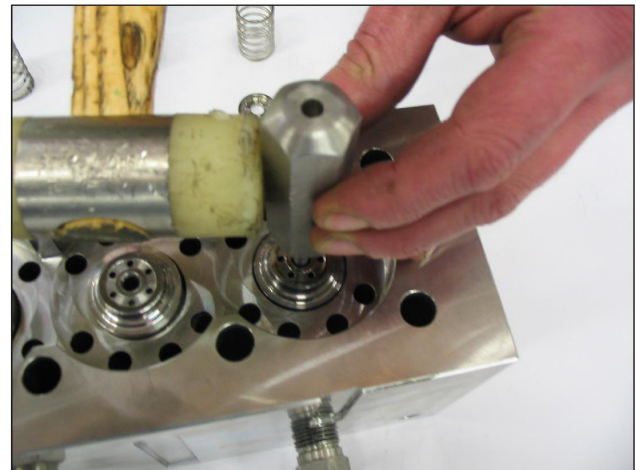

Abb. 42
**Lösen Sie die ggf. durch Kalk oder Oxid am Kopf verklemmten Ventilsitze, indem Sie das entsprechende Werkzeug (Art. 27508000) gemäß Abb. 42 in die Saugbohrung einsetzen.**